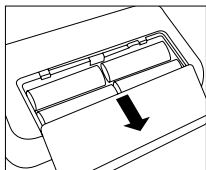

Fig. 1
■ Abra o compartimento das pilhas na parte inferior do aparelho (ver Fig. 1). Introduza as pilhas (ver Capítulo 13 "Dados técnicos"), prestando atenção à polaridade correta (+ e -). Feche novamente o compartimento das pilhas. O aparelho passa automaticamente para a função de data/hora e, na primeira utilização, mostra o número "31" para o dia e o número "12" para o mês. A data pré-definida é portanto 31 de dezembro. Acerte a data e a hora, conforme indicado a seguir.